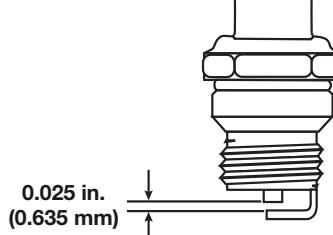

Fig. 32
1. Apague el motor y espere que se enfrie. Utilizando un destornillador de cabeza plana o Torx T-25, quite los dos (2) tornillos en la parte posterior de la cubierta del motor y el que se encuentra en la parte delantera de la cubierta del motor (Fig. 32).
4. Cambie las bujías que estén rajadas, sucias o deterioradas. Fije la separación de aire a 0,635 mm (0,025 pulgadas) utilizando un calibrador (Fig. 32).